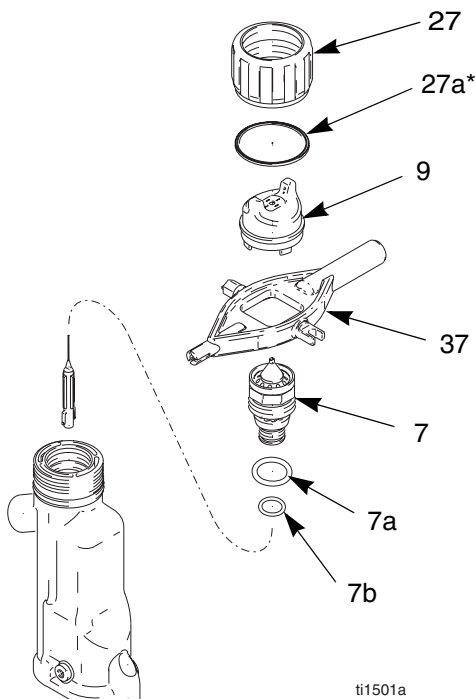

Abb. 24. Luftkappe/Düse auswechseln
2. Haltering (27) und Luftkappe (9) abnehmen. Siehe ABB. 24.
3. Pistole nach oben richten und abziehen. Gleichzeitig die Materialdüse (7) mit dem Multifunktionswerkzeug (37) entfernen.